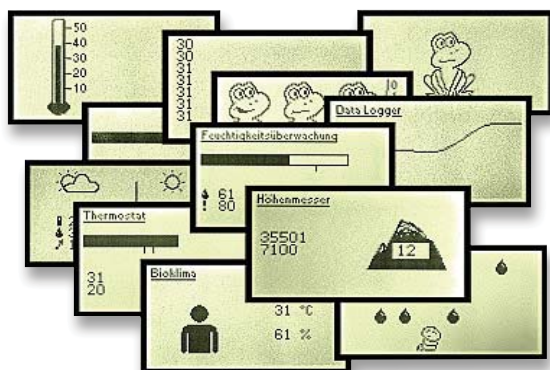

Bild 4: Die via [1] verfügbaren Applikationen im Überblick. Quelle: Thomas Baum
Die Programmierung erfolgt über die für die private Nutzung kostenlos erhältliche BASCOM-Entwicklungsumgebung und den im Paket enthaltenen USBasp-Programmer, der auch für andere AVR-Projekte sehr nützlich ist. Die Wetterstationsplatine bietet die zugehörige ISP-Schnittstelle, und schon kann man die zahlreichen Projekte des Buches Stück für Stück ausprobieren (Bild 4) und schon einmal einen Ausflug in eigene Modifikationen wagen. Mehr als 10 Projekte nebst vielen Experimenten am Rande bis hin in die Programmierung des Grakdisplays führen zwangsläufig zu einem langen Basteltag. Und zum Schluss hat man eine Menge gelernt und eine völlig individuelle kleine Wetterstation – das bietet keine fertig gekaufte Station!
Für die Nachtlichtfunktion über den HomeMatic Funk-Bewegungsmelder mit Taster (2) haben wir nun verschiedene Möglichkeiten. In Variante A (Bild 4) zeigen wir eine direkte Geräteverknüpfung, die die Angaben zur Schaltschwelle der Dämmerung, die Einschaltdauer und den Dimmwert beinhaltet. In Variante B (Bild 5) lösen wir den Anwendungsfall über ein Zentralenprogramm, in dem ein vorgegebenes Zeitfenster überprüft wird.